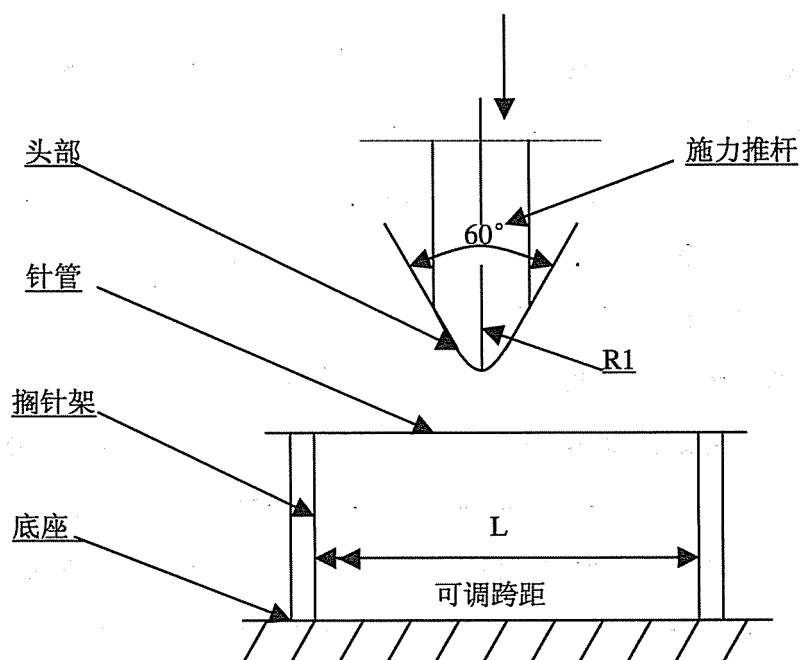

图1 刚性试验装置
**【刚性】** 取与玻璃针管分离后的注射针适量，将注射针位于刚性试验仪器（能通过施力推杆将最大至 60N（精度为 $\pm 0.1N$ ）的力，向下垂直作用在针管上。施力推杆的下端是由一个互成 60°夹角的楔形和曲率半径为 1mm 的圆柱面组成，其推杆宽度至少 5mm。见图 1，仪器能以 0.01mm 的读数精度测量针管的位移）上，按表 1 规定的跨距和荷载条件进行试验。按如下要求调整针管和刚性试验仪器：a)使跨距为表 1 中被测针管规格相对应的数值；b)使施力推杆的端部表面位于跨距的中心；c)使针管与两个搁针架柱和施力推杆保持垂直，同时使针管中心线与搁针架中心线重合。按表 1 中该针管规格相对应的力，以 1mm/min 的速率通过施力推杆对针管向下施加弯曲力，测量并记录施力点处的针管挠度，精确到 0.01mm。注射针应有良好的刚性，最大挠度值应符合表 1 的规定。